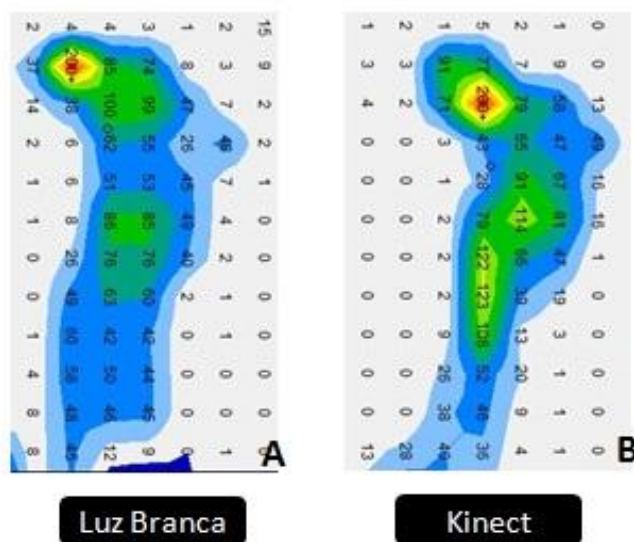

Figura 13: análise de mapeamento de pressão com mínimo de esforço.
Os resultados da análise por mapeamento de pressão são apresentados nas figuras 13 e 14. A figura 13 (A) e (B) apresentam o mapeamento de pressão com o esforço mínimo para atingir o pico de um sensor, para o molde produzido pelo Artec Eva e pelo Kinect, respectivamente. Em ambas figuras é possível observar o maior ponto de pressão localizado na junta, mais ao lado da cabeça da tíbia.
Na figura 13 (A) observa-se uma maior área de contato, com pressões mais distribuídas. Na figura 13 (B), aparecem alguns picos menores de pressão em outras partes mais baixas da tíbia.